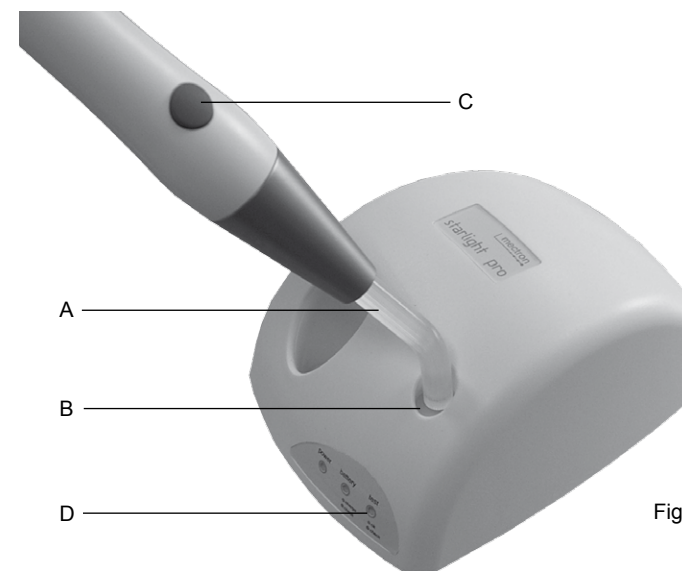

Fig. 7
- 1 Apoyar la fibra óptica (Fig.7 - Ref.A) en plano, sin presionar, directamente en la superficie del sensor de intensidad (Fig.7 - Ref.B);
- 2 Encender la lámpara presionando el pulsador (Fig.7 - Ref.C).
El led test (Fig.7 - Ref.D) indicará el flujo luminoso útil medido: